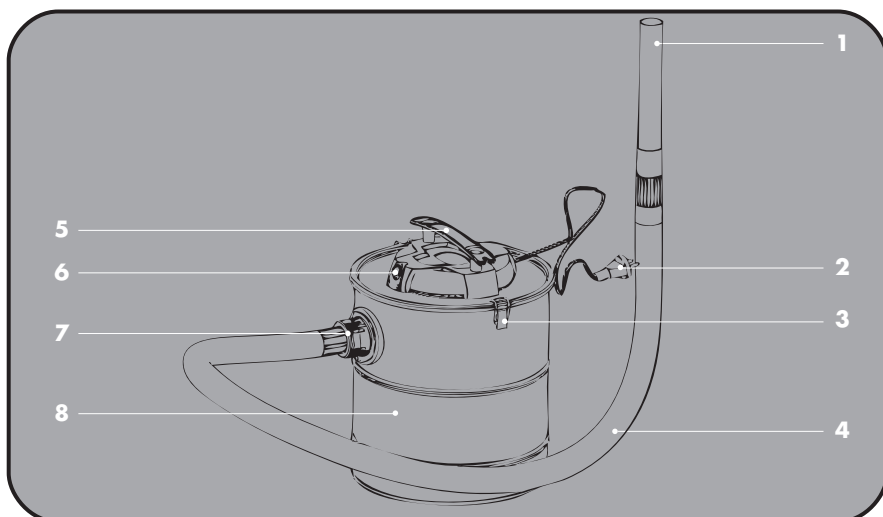

Abb. 1: Geräteübersicht
2. Setzen Sie anschliessend den Behälterdeckel wieder auf und verschliessen Sie diesen mit den seitlich angebrachten Spannverschlusshaken (siehe Abb.1, Nr. 3)
3. Stecken Sie das Ende des Saugschlauches (siehe Abb. 1, Nr. 4) in die Ansaugöffnung. Durch Drehung im Uhrzeigersinn wird der Schlauch gesichert.
4. Anschliessend stecken Sie das Saugrohr (siehe Abb. 1, Nr. 1) auf den Saugschlauch (siehe Abb. 1, Nr. 4). Rollen Sie das Netzkabel (siehe Abb. 1, Nr. 2) vollständig ab, um das Gerät in Betrieb zu nehmen.
1. Bringen Sie den Ein-/Ausschalter (siehe Abb. 1, Nr. 6) auf Position 0.
2. Ziehen Sie den Netzstecker (siehe Abb. 1, Nr. 2) aus der Steckdose.